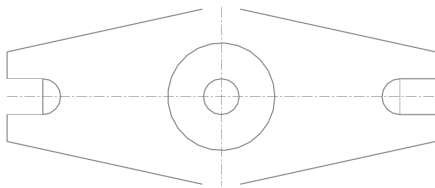

图 3-26 打开素材模型
(1) 单击常用工具栏中的【打开】按钮, 打开一幅素材模型, 如图 3-26 所示。